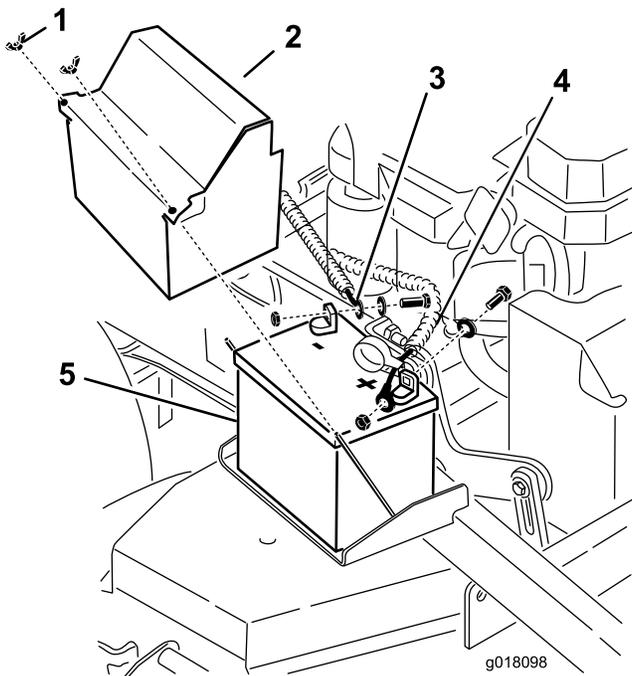

Figure 50
4. Débranchez le câble négatif de la batterie de la borne négative (-) de la batterie (Figure 50).
6. Débranchez le câble positif (rouge) de la batterie (Figure 50).
7. Déposez la plaque de maintien de la batterie (Figure 50) et enlevez la batterie.
1. Placez la batterie sur la machine (Figure 50).
3. Reliez le câble positif (rouge) à la borne positive (+) de la batterie au moyen d'un écrou, d'une rondelle et d'un boulon (Figure 50).
5. Reliez le câble négatif et le câble de masse à la borne négative (-) de la batterie au moyen d'un écrou, d'une rondelle et d'un boulon (Figure 50).